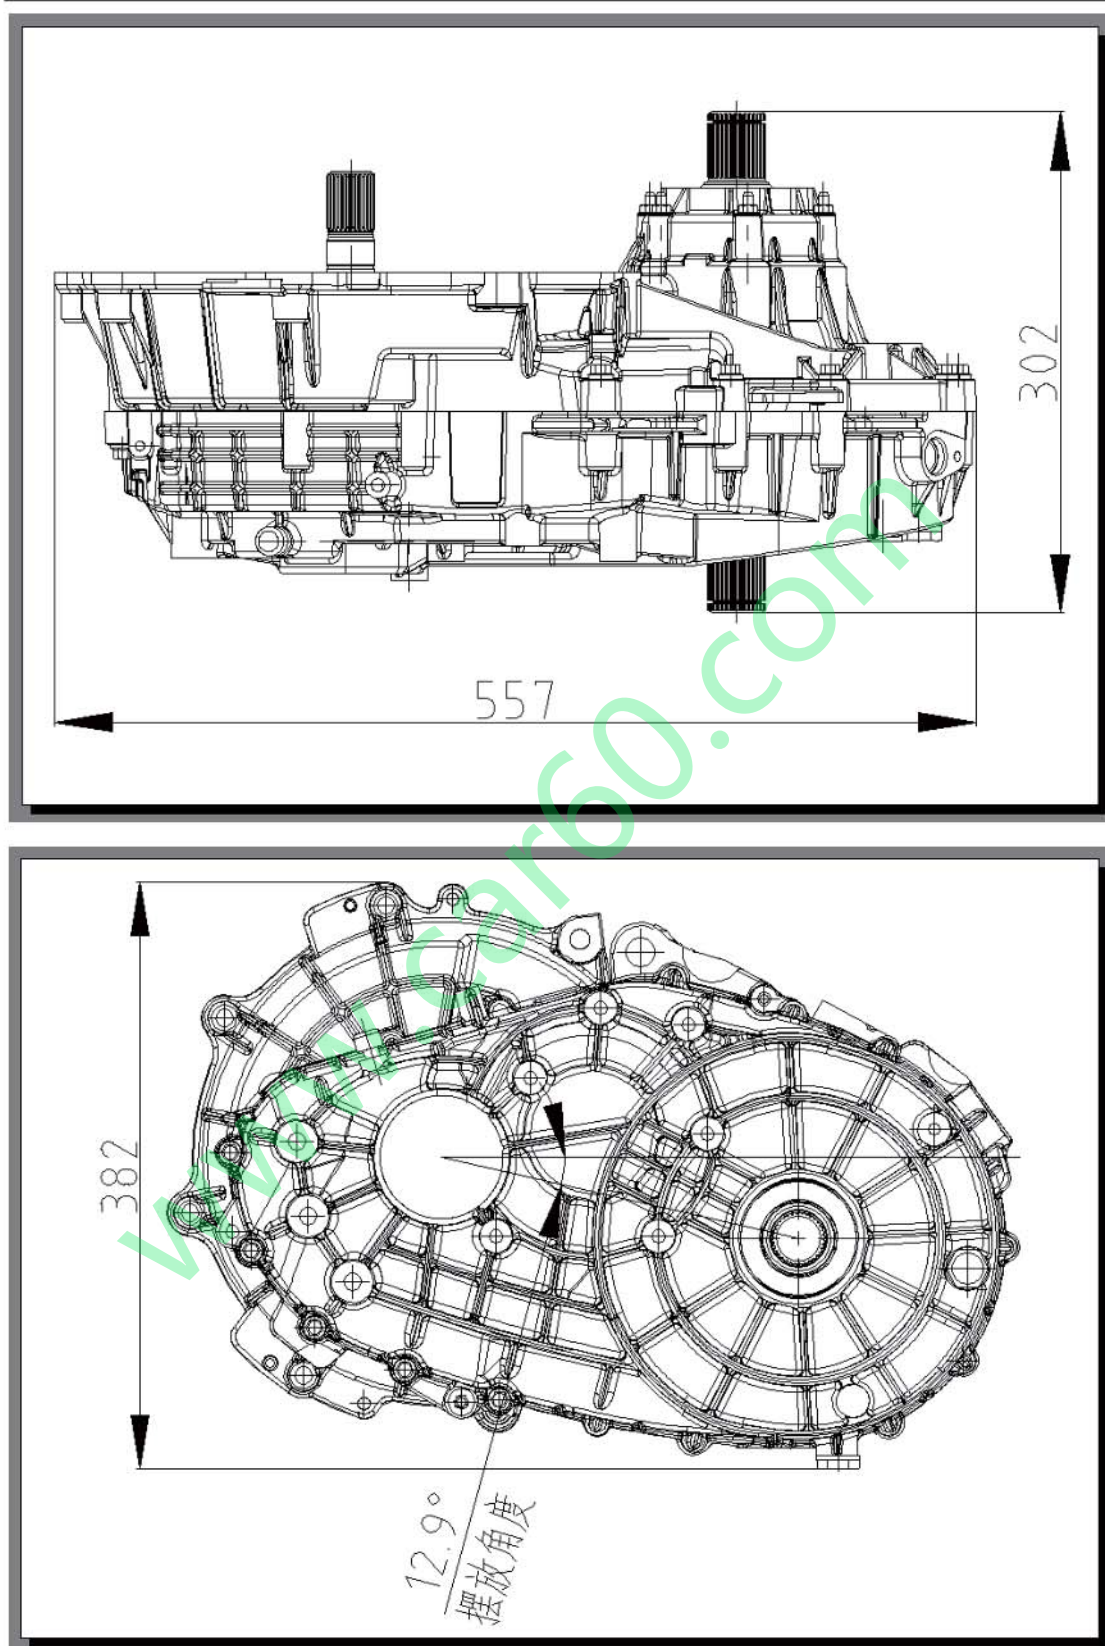

图1
1.1 无挡变速器外观尺寸: 382mm×557mm×302mm(见图1)